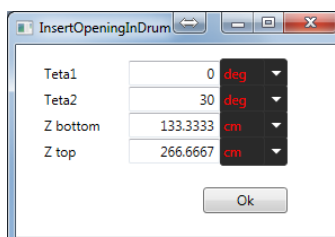

Figura 10 - Finestra di input di una apertura in un tamburo
- **Insert one opening:** consente di inserire una singola apertura nel tamburo di una cupola. Devono essere inseriti come dati (cfr.Figura 10) l'angolo iniziale, quello finale della finestra (immaginando una vista in pianta), la quota iniziale e quella finale dell'apertura (quote relative rispetto alla base del tamburo);